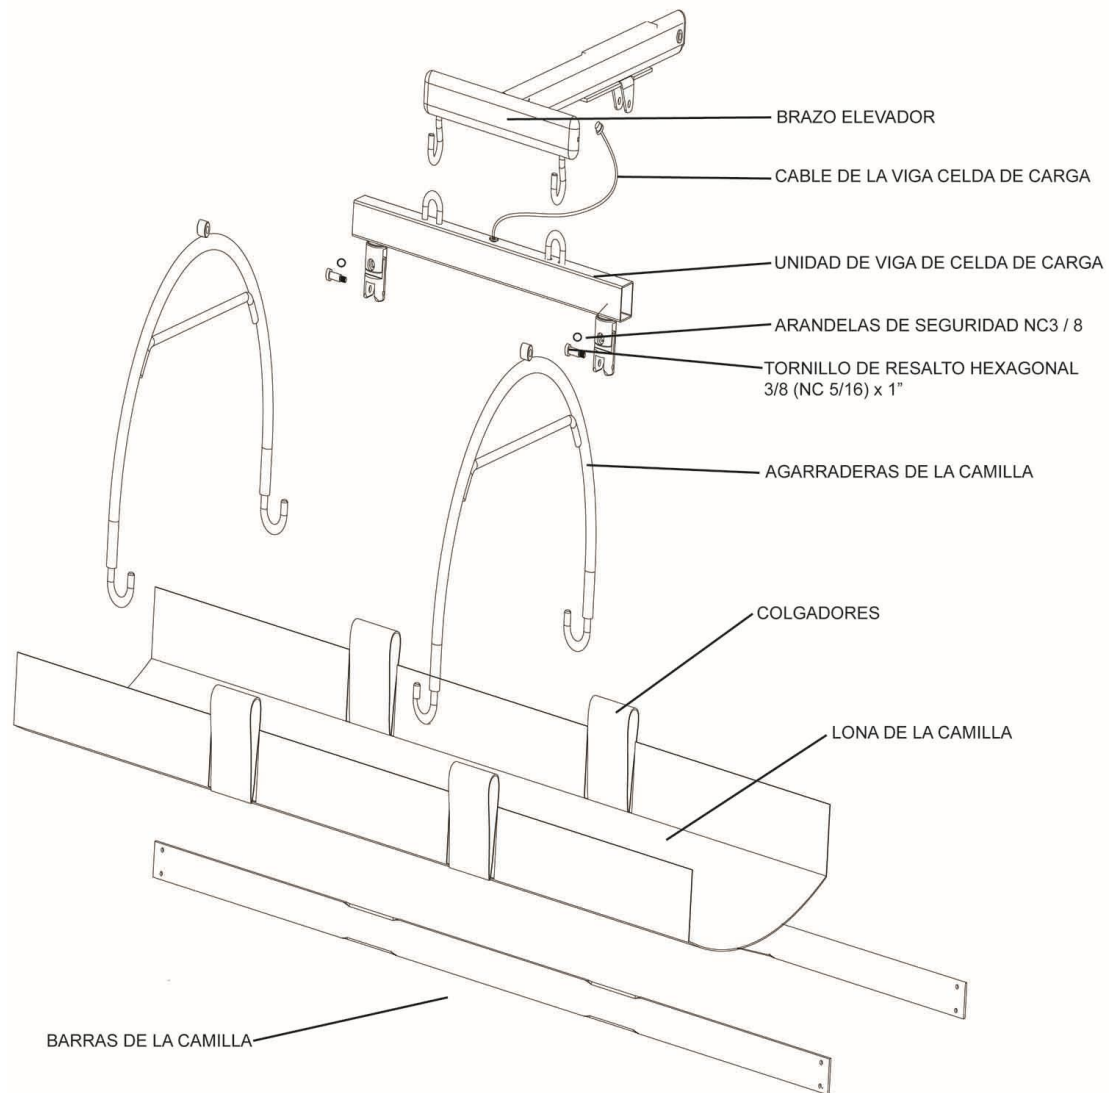

Figura 5
15. Cúelgue la unidad de viga de celda de carga en los dos enganches del extremo del brazo elevador con los colgadores que se encuentran en la parte superior de la unidad de viga de celda de carga (consulte la Figura 5, arriba, como ilustración).